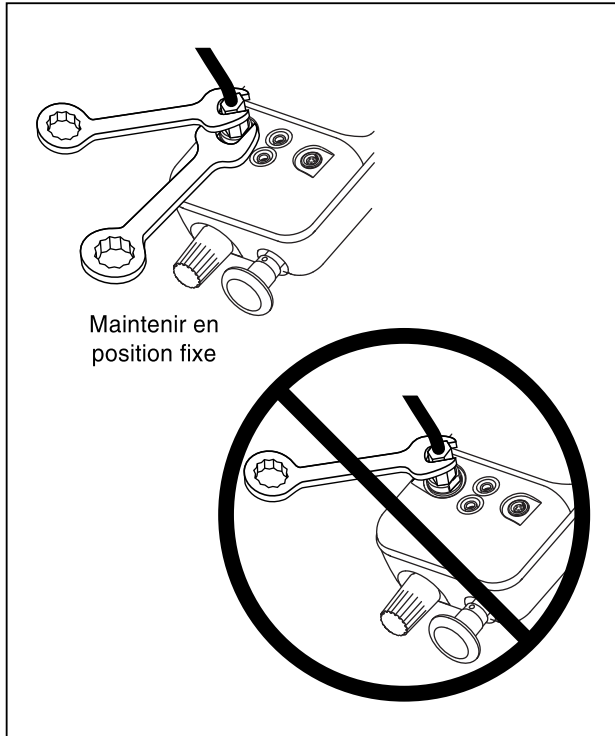

Figure 1. Technique de branchement
- Ne jamais appliquer de couple de serrage entre le raccord du module de pression et le boîtier du calibrateur. Voir Figure 1 pour utiliser correctement les appareils.